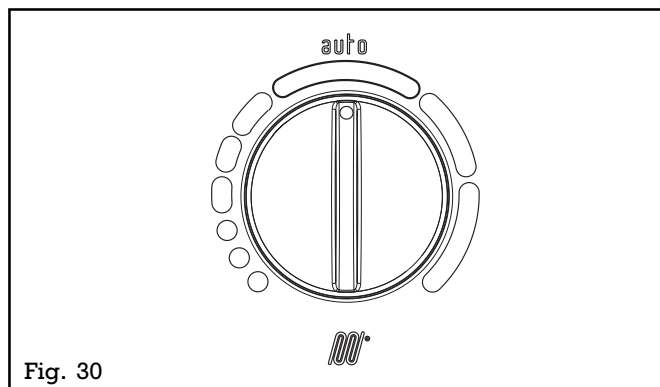

Fig. 30
Si le sélecteur est placé sur la zone "AUTO" (fig. 30), correspondant à une température d'eau entre 55°C et 65°C, la température chaudière s'ajustera en fonction de la demande du thermostat d'ambiance, pour un meilleur confort de fonctionnement et des économies d'énergie.
**Vert clignotant rapide** = signale l'entrée dans la zone "AUTO" du sélecteur de température eau de chauffage (fig. 30).